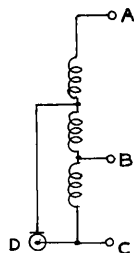

Fig. 2. — Transformateur de symétrisation.
3) Utilisation d'un transformateur de symétrisation à tore de ferrite (fig. 2).